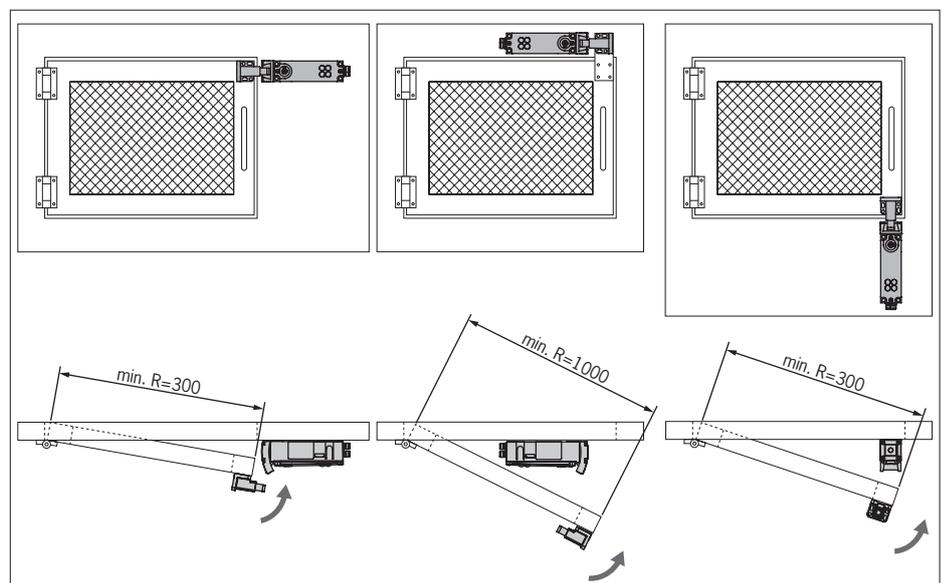

Fig. 10: Raggi del riparo e area di avvicinamento
- ▶ Osservare i raggi minimi del riparo (vedere Fig. 10).